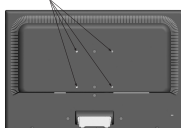

Рисунок R.3
- Подсоедините кабель питания переменного тока и кабель сигнала к задней панели монитора (Рисунок R.3).